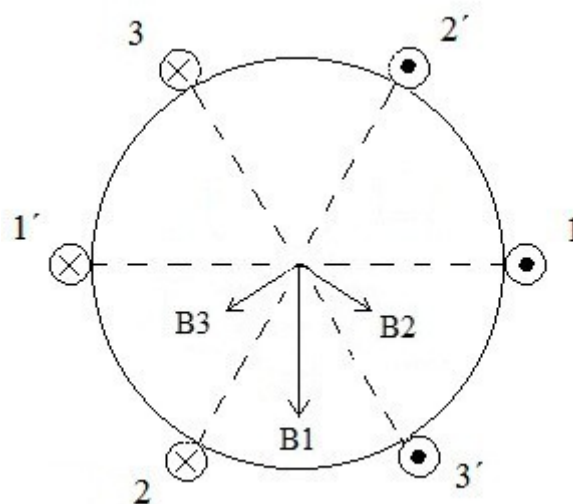

Figura 16. Campo magnético B en el instante $t=0$.
- Para un instante donde $wt=2\pi/3$ radianes (120°): El campo magnético girará 120° respecto a la figura 16 y 90° respecto a la 17, tomando las corrientes los siguientes valores.